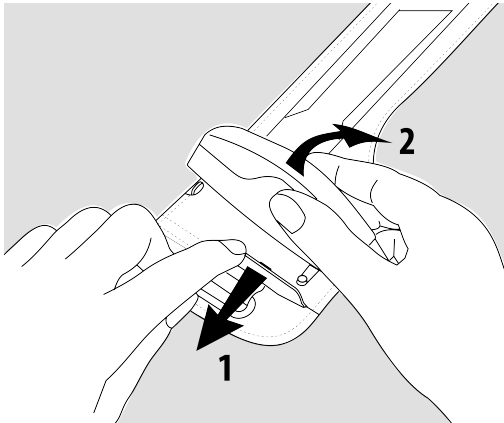

Figure 4 ■ Figure 4 ■ Abbildung 4 ■ Figura 4 ■ Figura 4 ■ Afbeelding 4
■ Figur 4 ■ Figur 4 ■ Εικόνα 4 ■ Figura 4 ■ Obrázek 4 ■ 4. ábra ■ Rysunek 4
■ 4. attēls. ■ Şekil 4 ■ Рис. 4 ■ Slika 4 ■ Slika 4